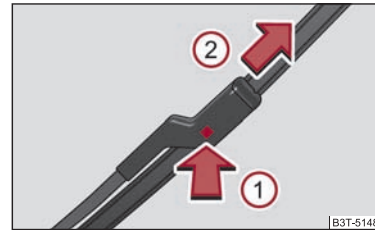

Abb. 64 Wischerblatt für Frontscheibe
- Drücken Sie die Sicherung ①, um das Wischerblatt zu entriegeln und ziehen Sie es in Pfeilrichtung ② ⇒ Abb. 64 ab. ▶